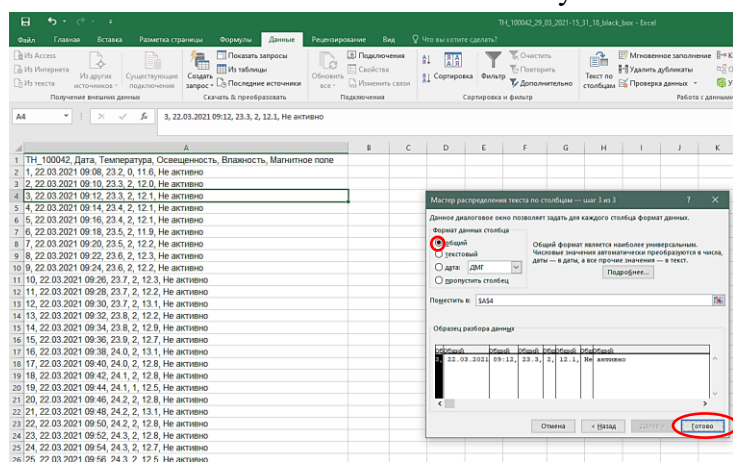

Рисунок 16 – Шаг 3
- «**Формат данных столбца**» выбрать «**Общий**» (рис.16), нажать «**Готово**».